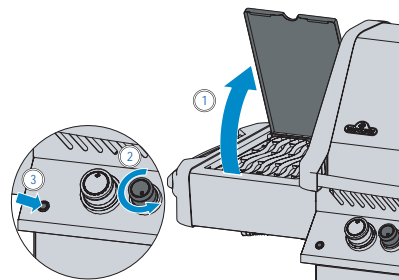

Bild 2
4. Om brännaren inte tänds – vrid brännarens vred medurs till AV-positionen. Vänta 5 minuter. Upprepa steg 2 och 3. (Bild 2)